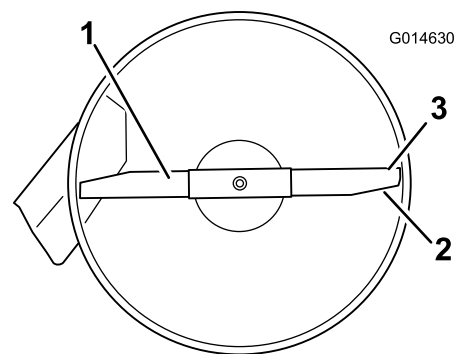
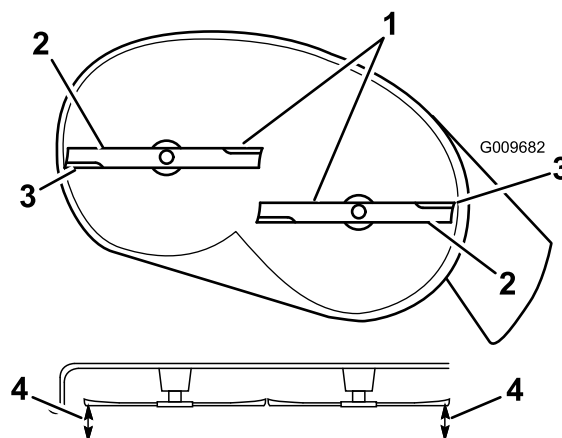

Figure 49
Figure 50
- Faites pivoter la ou les lames avec précaution pour qu'elles soient toutes parallèles (Figure 49 ou Figure 50).
- Mesurez la distance entre les tranchants extérieurs et le sol plat (Figure 50). Si les deux mesures diffèrent de plus de 5 mm (3/16"), un réglage s'impose. Poursuivez la procédure.